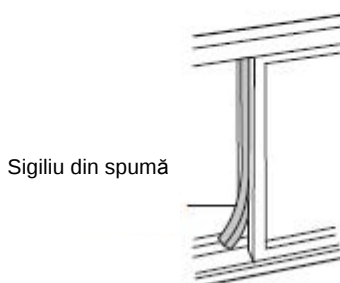

Fig. 15
5. Tăiați sigiliul din spumă la o lungime adecvată pentru a sigila partea deschisă dintre partea superioară a cercevelei ferestrei și partea exterioară a cercevelei ferestrei. După cum se vede în Fig. 15.